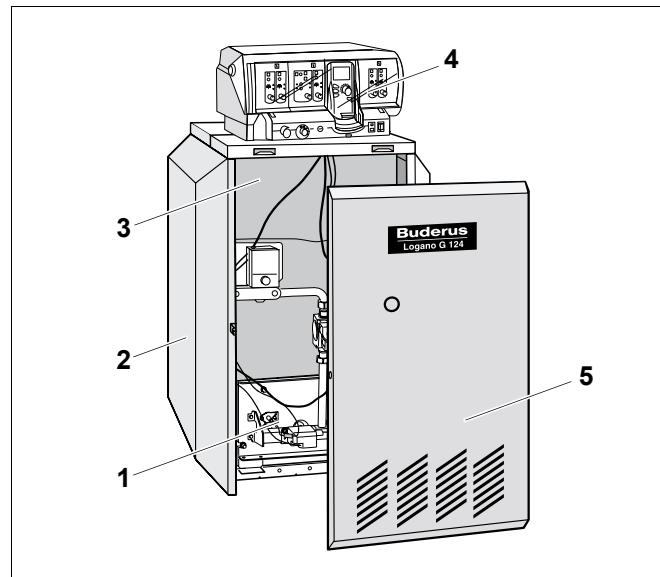

Рис. 1 Специальный газовый отопительный котел Logano G124 WS
Специальный газовый отопительный котел Logano G124 WS (рис. 1) укомплектован на заводе газовой горелкой и системой управления.
- Котловый блок с теплоизоляцией (рис. 1, поз. 3) и газовой горелкой (рис. 1, поз. 1). В котловом блоке тепло, производимое горелкой, передается воде, циркулирующей в системе отопления.
- Обшивка (рис. 1, поз. 2) и передняя стенка котла (рис. 1, поз. 5). Обшивка котла и теплоизоляция препятствуют потерям энергии.
- Система управления (рис. 1, поз. 4). Система управления служит для контроля и регулирования отопительной системы.